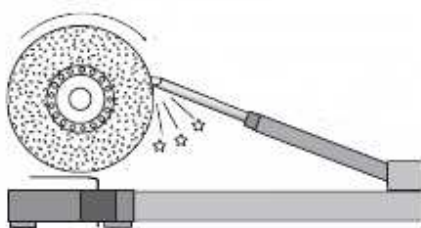
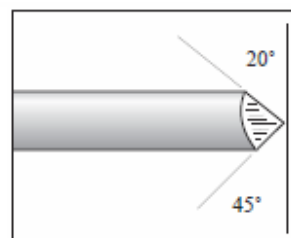

Figure 2
Figure 3:
6. Pour aiguiser une gouge à bol, placer l'outil sur la meule (fig. 2) et faire tourner la gouge d'un coin à l'autre. Le plus loin vous allez sur les coins, plus les oreilles (coins) seront meulées; combien loin est selon les préférences personnelles de chacun. Cependant la majorité vont meuler pour obtenir un angle de 10 à 20 degrés. Un angle de coupe de 45 degrés est un bon choix (fig.3)